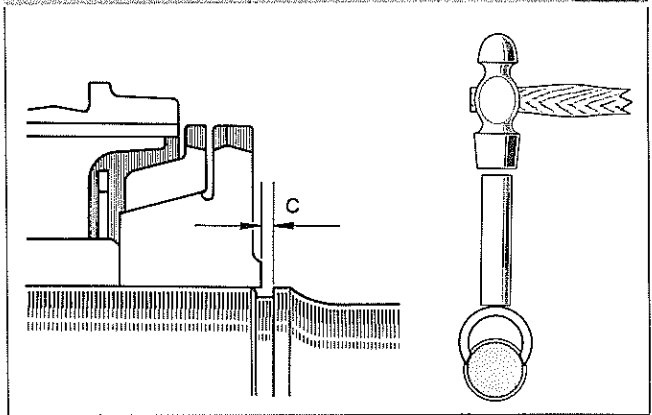

図7-80 スナツプ リング選択
- 1 選択要領は図7-80 C寸法部にスナツプ リングを当ててすき間が0.15～0.35mmになるスナツプ リングを選択する。
- 2 スナツプ リングは図7-80のように組み付ける。